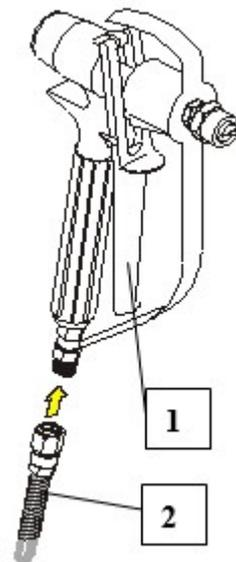

Fig.19
- 3) Atornille la pistola pulverizadora a la manguera apretando la conexión con la llave adecuada. Compruebe si está bien limpio (Fig.19).